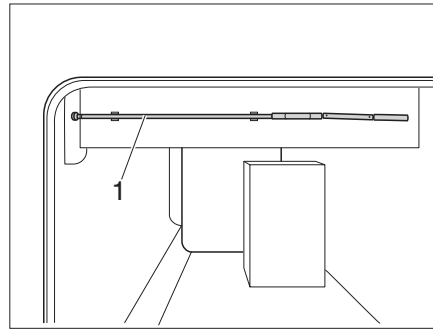

Fig. 135 Manivela para el ajuste de la altura
- Tomar la manivela (Fig. 135,1) fuera del soporte.